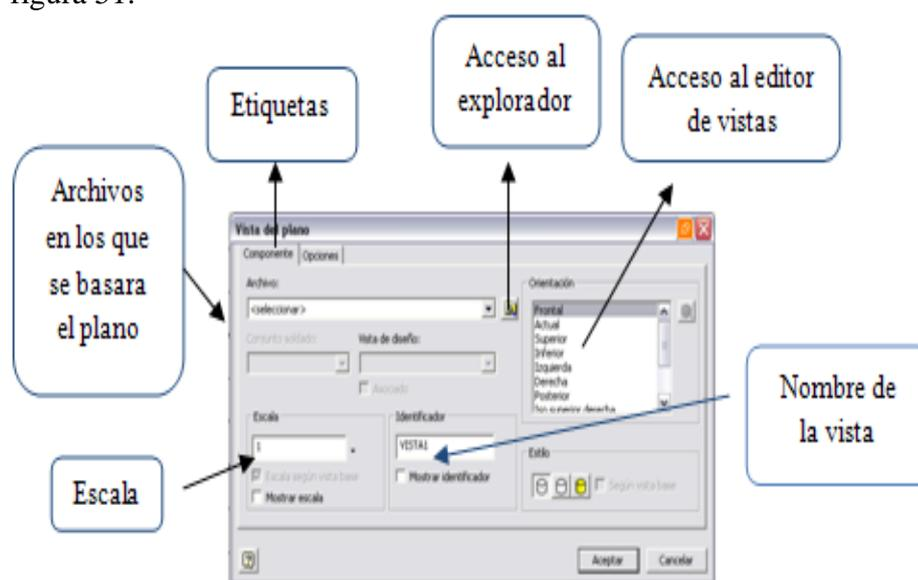

Figura 51. Ventana para crear vista base.
- **Vista base:** Esta herramienta permite introducir la primera vista en el formato. Al activarla aparece un cuadro de diálogo como el mostrado en la figura 51.